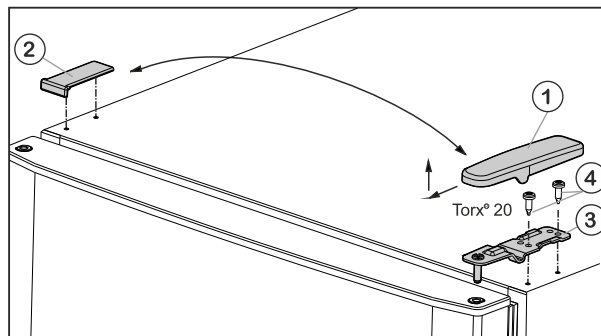
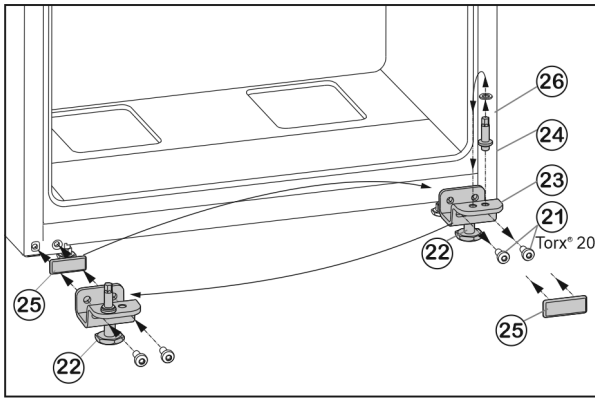

Fig. 5
Fig. 7
- Abdeckung Fig. 5 (1) nach vorne und oben abziehen.
- Abdeckung Fig. 5 (2) abheben.
- Oberen Lagerbock Fig. 5 (3) abschrauben (2 mal Torx® 20) Fig. 5 (4) und nach oben abziehen.
- Befestigungsschrauben Fig. 7 (21) abschrauben.
- Lagerbock unten Fig. 7 (23) komplett mit Lagerbolzen Fig. 7 (24), Scheibe Fig. 7 (26) und Stellfuß Fig. 7 (22), abnehmen.
- Lagerbolzen Fig. 7 (24) komplett mit Scheibe Fig. 7 (26) abschrauben, in das gegenüberliegende Aufnahmeloche des Lagerbocks umsetzen und wieder festschrauben.
- Abdeckplatte Fig. 7 (25) vorsichtig abnehmen und auf die Gegenseite umsetzen.
- Lagerbock unten Fig. 7 (23) komplett mit Lagerbolzen Fig. 7 (24), Scheibe Fig. 7 (26) und Stellfuß Fig. 7 (22) auf der neuen Scharnierseite ggf. mit Hilfe eines Akkuschraubers **fest (mit 4 Nm)** wieder anschrauben.
- Untere Tür von oben auf Lagerbolzen Fig. 7 (24) aufsetzen.
- Lagerbock Mitte (13) um 180° gedreht in die untere Tür einsetzen und mit Befestigungsschrauben (11) (2 mal Torx® 20) auf die neue Scharnierseite **fest (mit 4 Nm)** anschrauben.
- Kunststoffscheibe (10) wieder aufsetzen.
- Obere Tür auf den Lagerbock Mitte (13) setzen.
- Oberen Lagerbock Fig. 5 (3) auf der neuen Scharnierseite in die Tür einsetzen.
- Oberen Lagerbock **fest (mit 4 Nm)** anschrauben (2 mal Torx® 20) Fig. 5 (4). Eventuell einen Akkuschrauber verwenden.
- Abdeckung Fig. 5 (1) auf der Gegenseite von außen aufsetzen und einrasten.
- Abdeckung Fig. 5 (2) jeweils auf der Gegenseite von oben aufsetzen und einrasten.
- Stellfuß Fig. 7 (22) am Lagerbock unten Fig. 7 (23) herausdrehen, bis er auf dem Boden aufliegt.